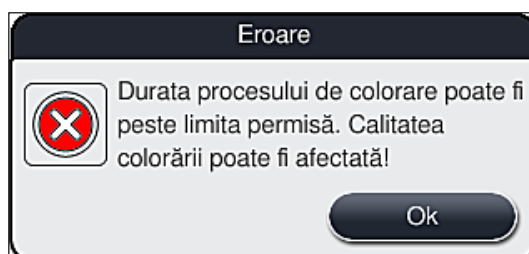

Fig. 107
1. După confirmarea acestui mesaj, utilizatorul este informat că perioadele de colorare pot fi depășite, adică stativele individuale au petrecut deja prea mult timp într-un reactiv în anumite circumstanțe sau într-o stație critică, ceea ce poate afecta calitatea de colorare. Confirmați acest mesaj de informare (→ "Fig. 107") apăsând butonul **OK** pentru a relua.